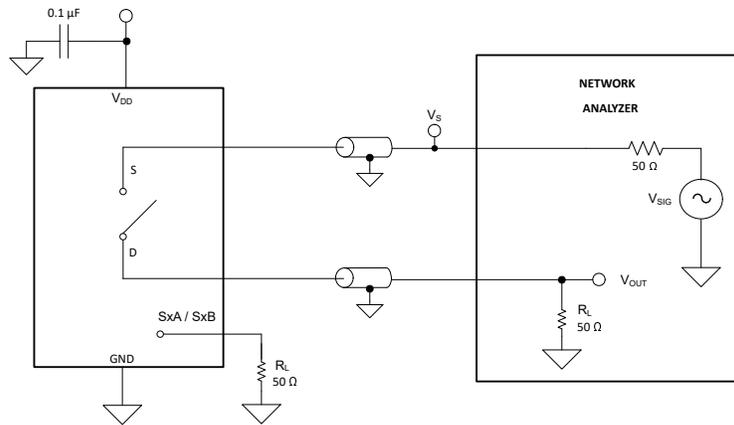

图 6-13. 关断隔离测量设置
关断隔离定义为器件的漏极引脚 (D) 处的信号与关断通道的源极引脚 (Sx) 上施加的信号之比。图 6-13 展示了用于测量关断隔离的设置和用于计算关断隔离的公式。